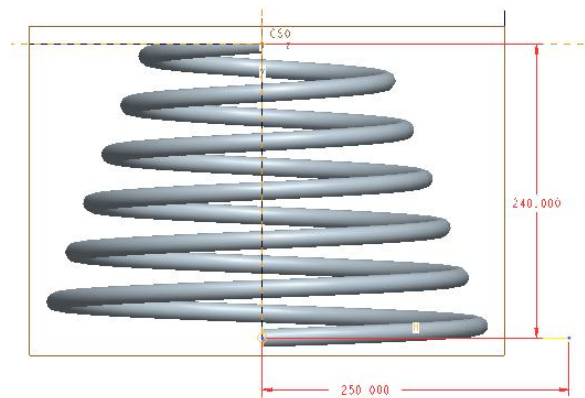
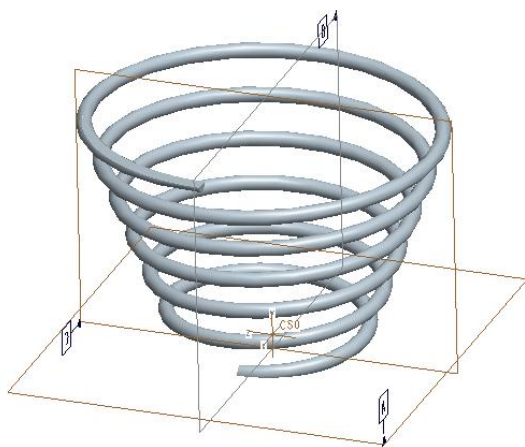

図 9-53 グランドエンド2のスケッチ
図 9-56 グランドエンドの完成
- ばねの直径が大きい方のグランドエンドを、グランド1を作成したときと同じコマンドを使用して図 9-53～図 9-56 のように作成する。